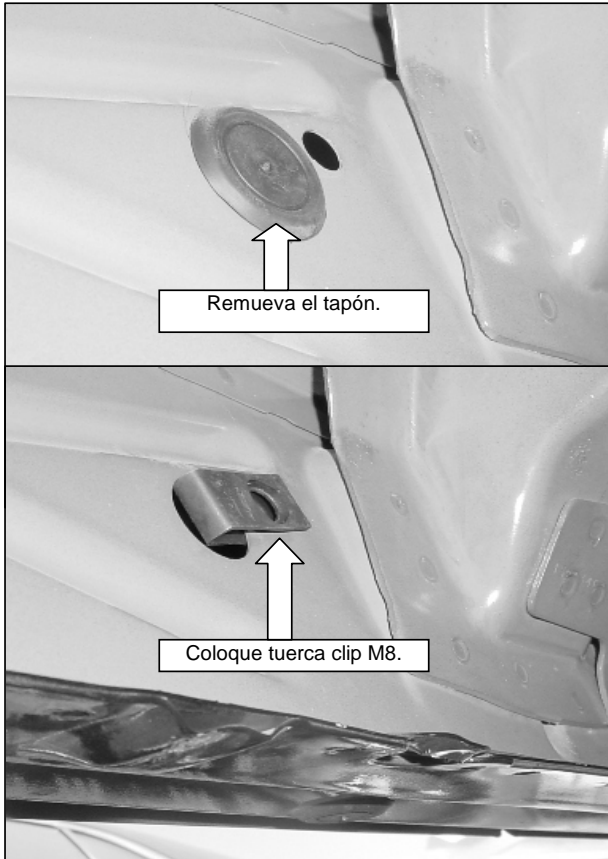

ILUSTRACIÓN 2
4. En modelos **DOBLE CABINA**, localice en la parte delantera y central de la carrocería del vehículo el barreno roscado y tuerca existente. **VER FOTO 1.** Coloque el bracket y fíjelo de acuerdo a la **ILUSTRACIÓN 1.** **NOTA: Coloque el espaciador como se muestra en la ilustración 1.** En la parte trasera localice el barreno e inserte una tuerca clip M8. **VER FOTO 2.** Coloque el bracket y fíjelo de acuerdo a la **ILUSTRACIÓN 2.** Repita para el lado contrario.
5. En modelos **CABINA Y MEDIA**, localice en la parte delantera, central y trasera de la carrocería del vehículo el barreno e inserte una tuerca clip M8. **VER FOTO 2.** Coloque el bracket y fije de acuerdo a la **ILUSTRACIÓN 2.**